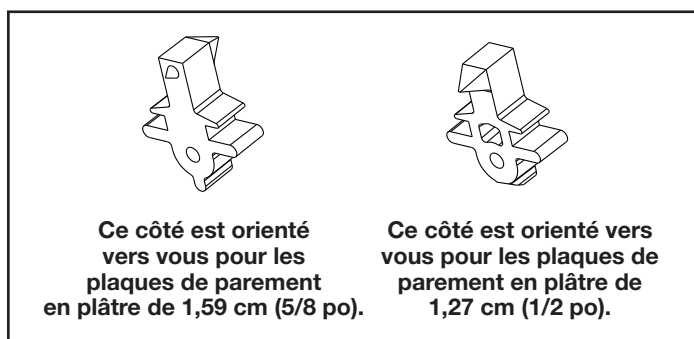

Figure 27. Orientation du taquet
5. En fonction de la dimension de la plaque de parement en plâtre (1,59 cm (5/8 po) ou 1,27 cm (1/2 po)), déterminez quel côté du taquet doit être orienté vers vous (voir la figure 27).